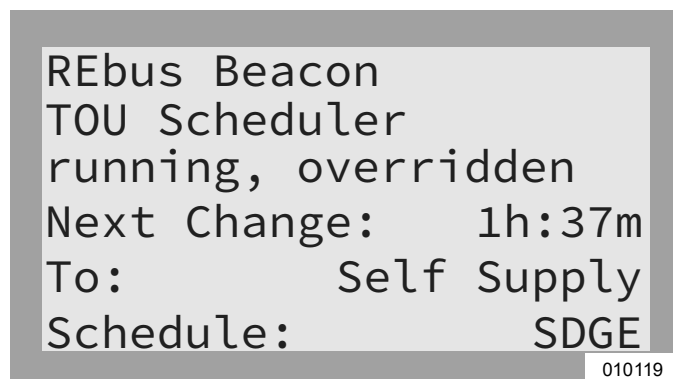

Figura 6-24. Anulación del programador TOU
- Consulte la Figura 6-24. Running, Overridden (Funcionamiento, anulado) se mostrará en la página de dispositivo de Beacon.